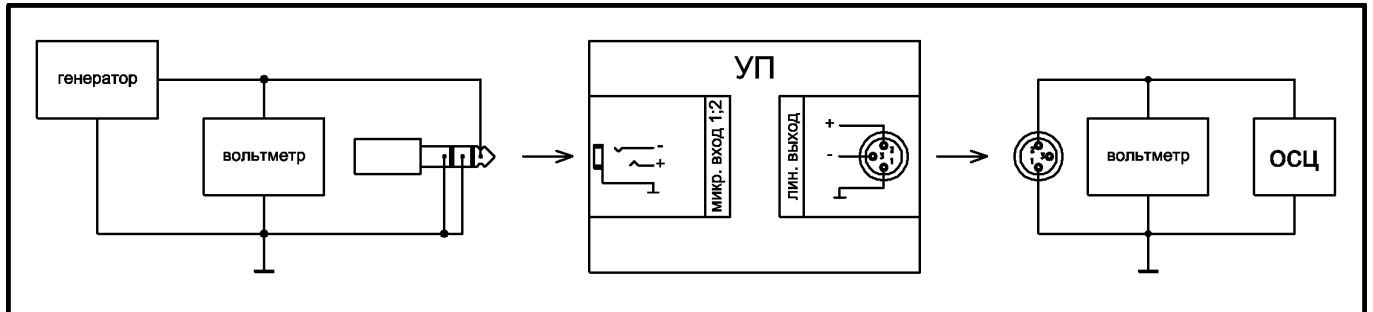
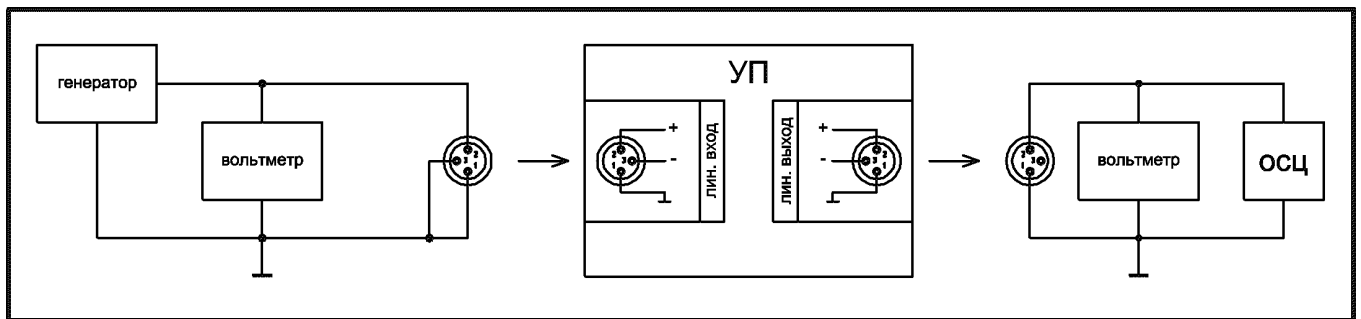

Рис.2 Схема измерений по микрофонному входу.
Рис.3 Схема измерений по линейному входу.
9.4. Измерения проводят подавая сигнал поочередно на микрофонные входы 1;2 (рис.2) и – на линейный вход (рис. 3). Напряжение выходного сигнала измеряют на контактах разъема «ЛИН. ВЫХОД». Проверке подвергаются все пять входов. Контролируются только основные параметры: чувствительность (номинальное входное напряжение) и амплитудно-частотная характеристика.
9.6. Проверка чувствительности микрофонных входов 1;2 (рис. 2).
9.7. Проверка чувствительности линейного входа (рис. 3).
9.8. Проверку диапазона воспроизводимых частот, на соответствие п.2.4, по входам 1;2 проводят по структурной электрической схеме рис. 2.